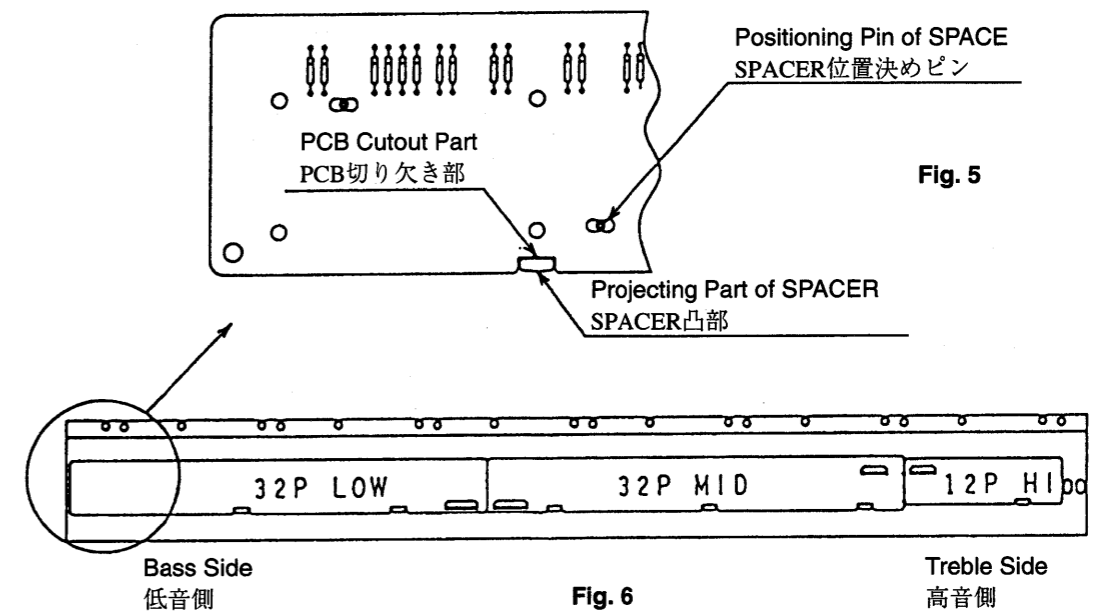

Fig. 6
3) Next, using the cutout part of PCB and the projecting part of SPACER as positioning guide, place PCB so that the positioning pin of SPACER fits into the positioning hole of PCB. (Refer to fig. 5) As fig. 6 shows, PCBs consist of three boards, "LOW" "MID" and "HI".
3) 次に、PCBの切り欠き部とSPACERの凸部を目印として、SPACERの位置決めピンにPCBの位置決め穴がはまるようにPCBをおきます。(fig. 5参照のこと) PCBは、fig. 6で示されるようにLOW、MID、HIの3枚で構成されています。